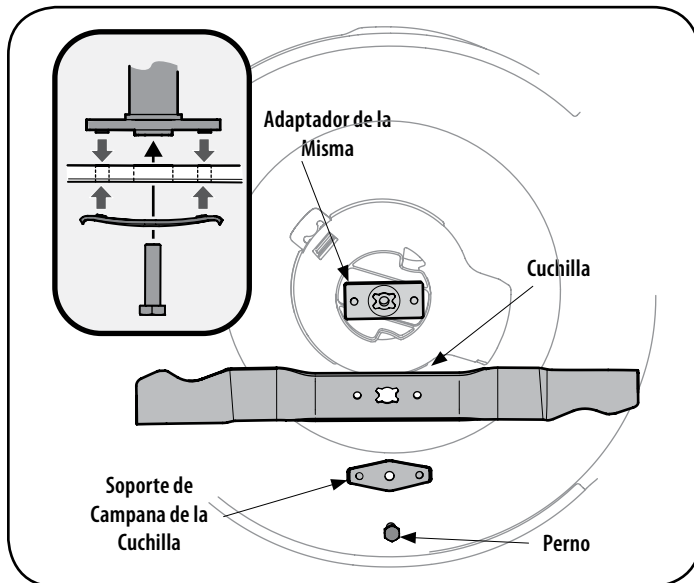

Figura 23
2. Saque el perno y el soporte de campana de la cuchilla que sostienen la cuchilla y el adaptador de la misma al cigüeñal del motor. Vea la Figura 23.
5. Lubrique el cigüeñal del motor y la superficie interna del adaptador de la cuchilla con aceite ligero. Deslice el adaptador de la cuchilla sobre el cigüeñal del motor. Instale la cuchilla en el adaptador con el lado marcado "Grass Side" (o con el número de parte) hacia el piso cuando la cortadora de césped está en posición de funcionamiento. Asegúrese que la cuchilla quede alineada y asentada en las bridas del adaptador. Vea la Figura 23 inserto.